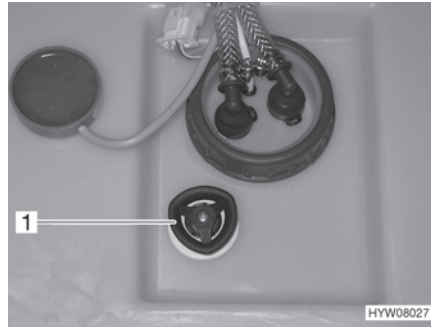

Fig. 144 Réservoir d'eau avec poignée tournante
- Faire tourner la poignée tournante (Fig. 144,1) du réservoir d'eau à fond dans le sens inverse des aiguilles d'une montre au-delà de la résistance pour ouvrir entièrement l'ouverture d'écoulement.